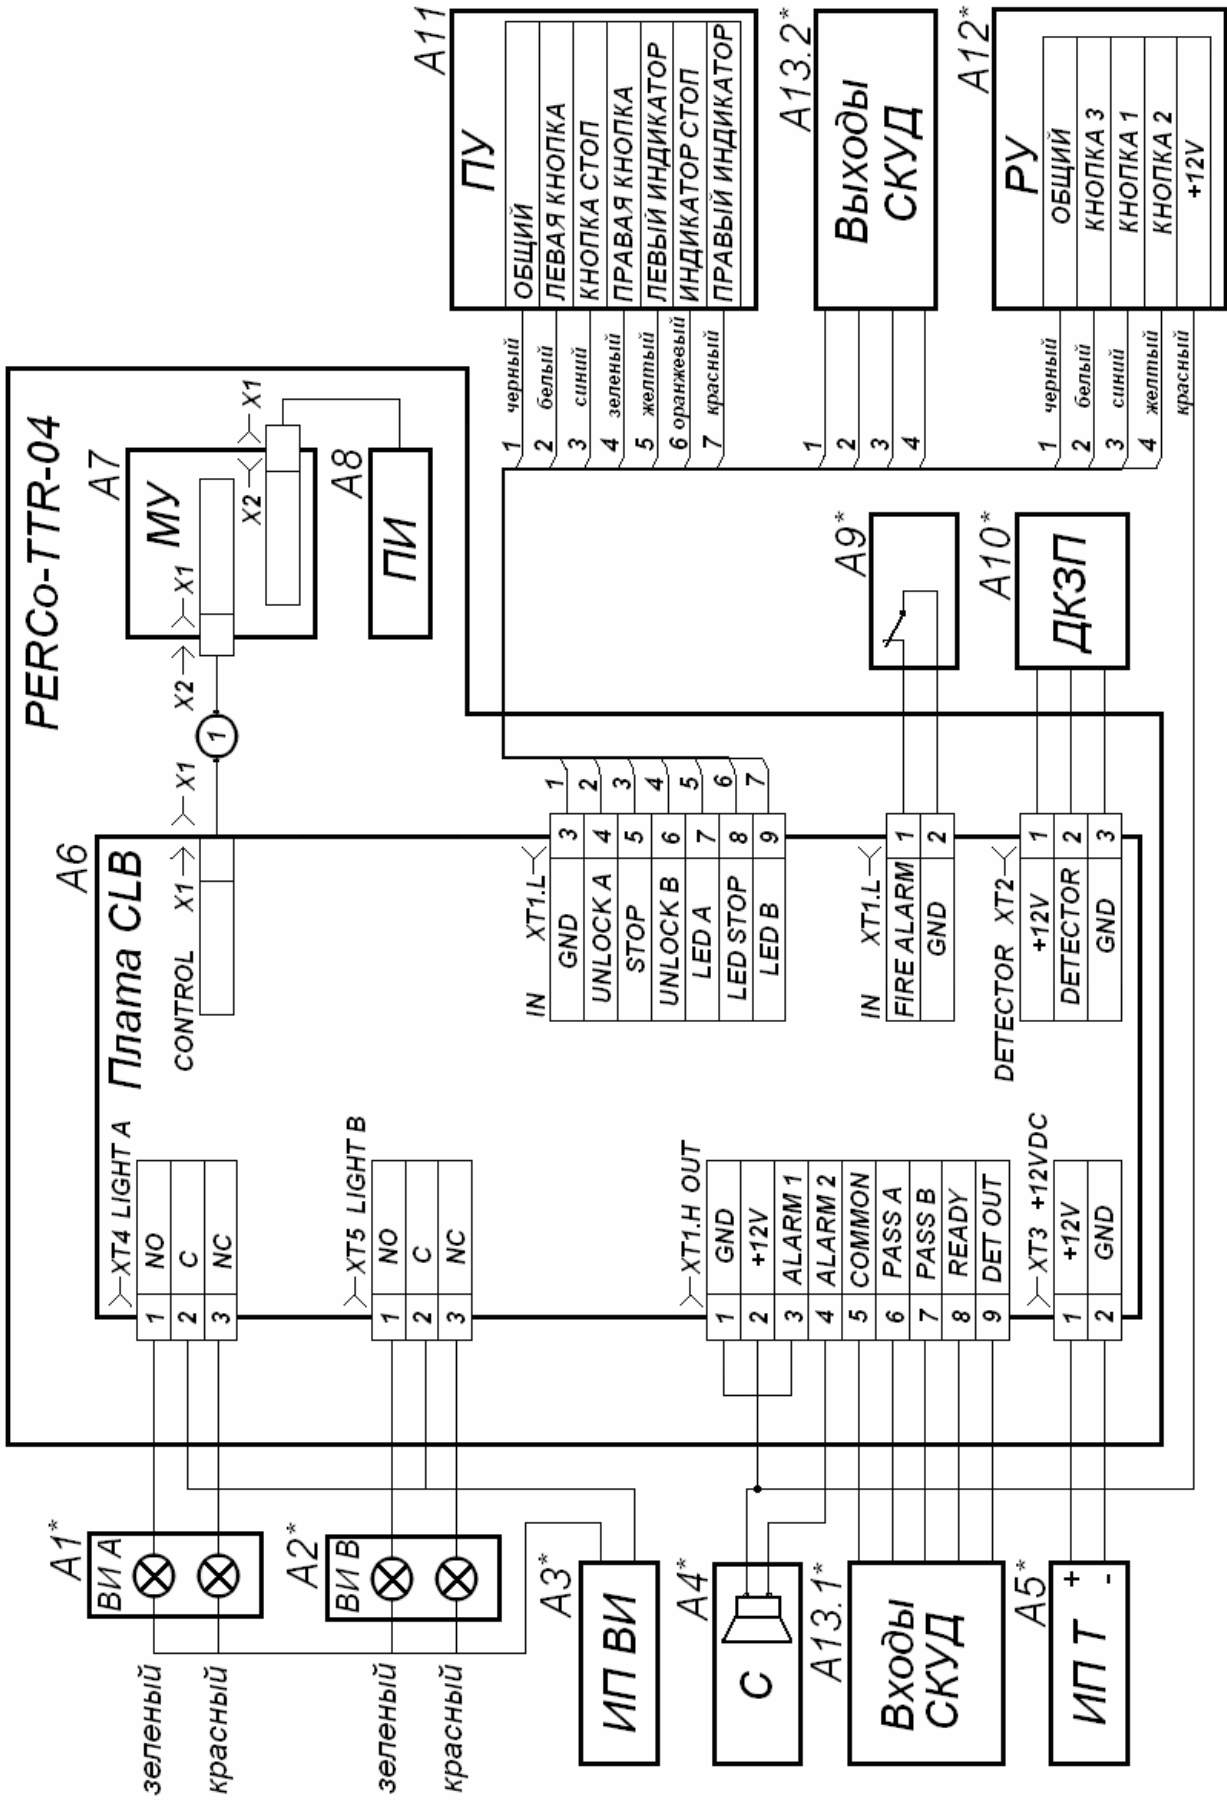

Рисунок 3 Схема электрических соединений (Описание элементов схемы указано в таблице 1)
5.2.3 Пульт управления / устройство радиуправления / контроллер СКУД (10) и источник питания турникета (8) подключаются к плате CLB кабелями (9 и 11) в соответствии со схемой электрической соединений (см. рисунок 3).